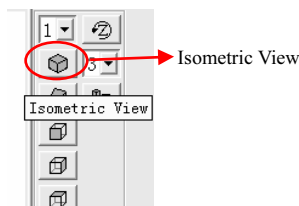

图 2-105 视图工具条
(1) 单击操作界面右侧视图工具条中的“Isometric View”按钮（见图 2-105），将视图变为轴测图。